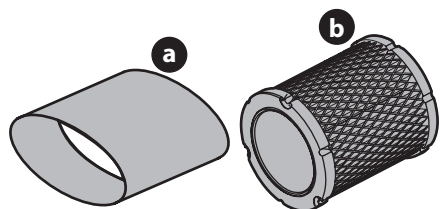

Figura 10
4. Quitar la espuma pre-filtro de aire (a) de todo el papel del filtro (b) (Figura 10). Sustituya el elemento de papel cuando sucio o dañado. Limpia el elemento de espuma o sustituya cuando dañado.